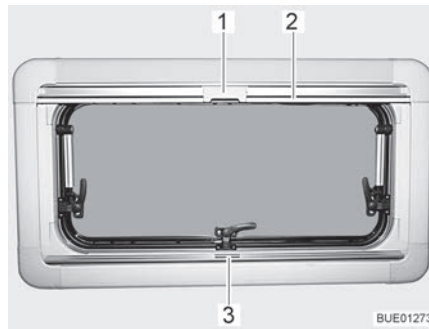
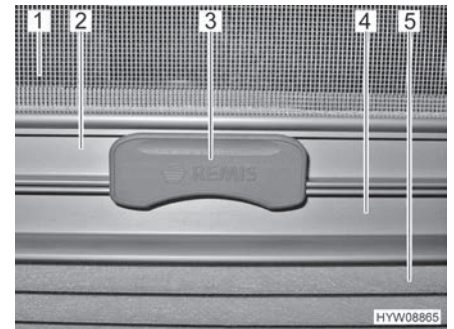

Bild 22 Överkantshängt fönster
Bild 23 Spärr
Plisségardinen (Bild 23,5) finns i den nedre rullgardinskassetten.
- Ta tag i mitten på plisségardinens list (Bild 22,3 och Bild 23,4) och drag den nerifrån och uppåt och släpp den vid önskad höjd. Plisségardinen stannar på denna höjd.
Insektsnätet (Bild 23,1) finns i den övre rullgardinskassetten.
- Drag, med listen (Bild 22,2 och Bild 23,2), ner insektsnätet tills listen stöter mot plisségardinen (Bild 23,4).
- Lås fast insektsnätets spärr (Bild 22,1 och Bild 23,3) på plisségardinens list. När spärren är låst, kan plisségardinen och insektsnätet justeras samtidigt.
- Tryck spärren (Bild 23,3) på insektsnätet uppåt.
- För långsamt tillbaka insektsnätet med listen (Bild 22,2).